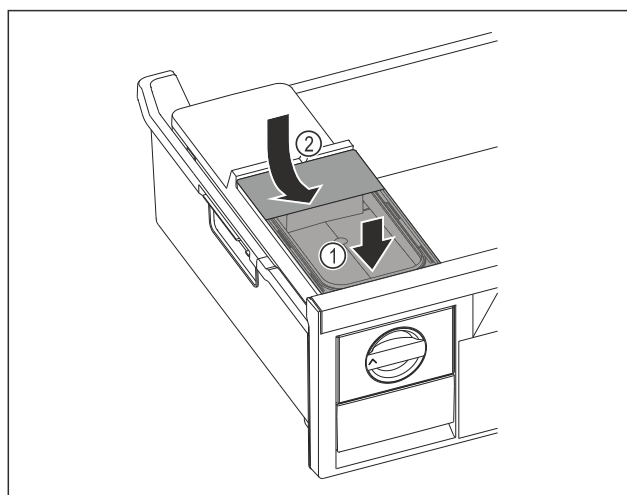

Fig. 92
- Установите бак для воды спереди Fig. 92 (1)
- Опустить бак для воды сзади Fig. 92 (2)